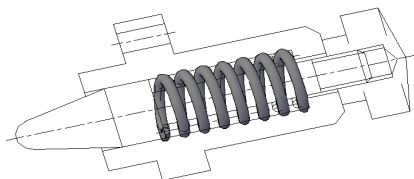

Рис. 34.
- ♦ Удаляем выступающую часть пружины (рис. 34):